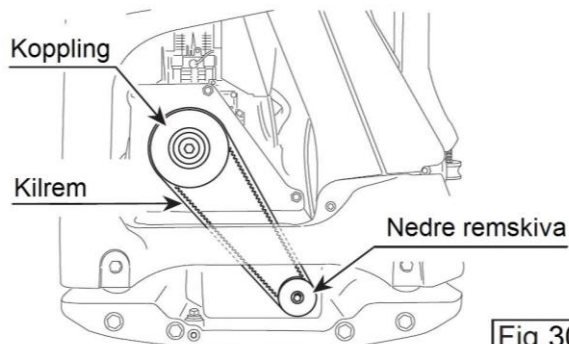

Fig.30
1. Kontroll av kilrem (Fig. 30)